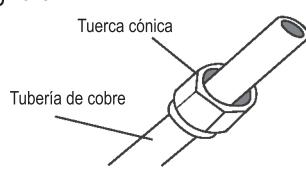

Fig. 6.3
- Coloque tuercas cónicas en ambos extremos del tubo. Asegúrese de que se colocan en el sentido correcto, porque después del abocardado no se pueden poner ni cambiar de dirección. Vea la Fig. 6.3